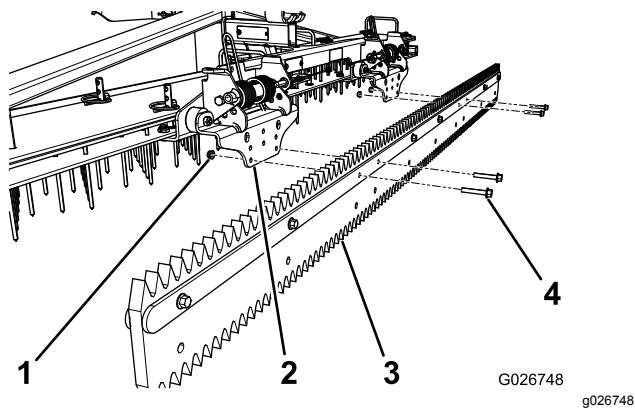

Figura 9
- Rimuovete 4 viti e dadi come illustrato in Figura 9.
2. Allineate i fori nel sistema di grooming con i fori inferiori nei gruppi delle staffe a molla (Figura 9).
3. Utilizzate le 4 viti e dadi precedentemente rimossi per fissare il sistema di grooming ai gruppi delle staffe a molla (Figura 9).